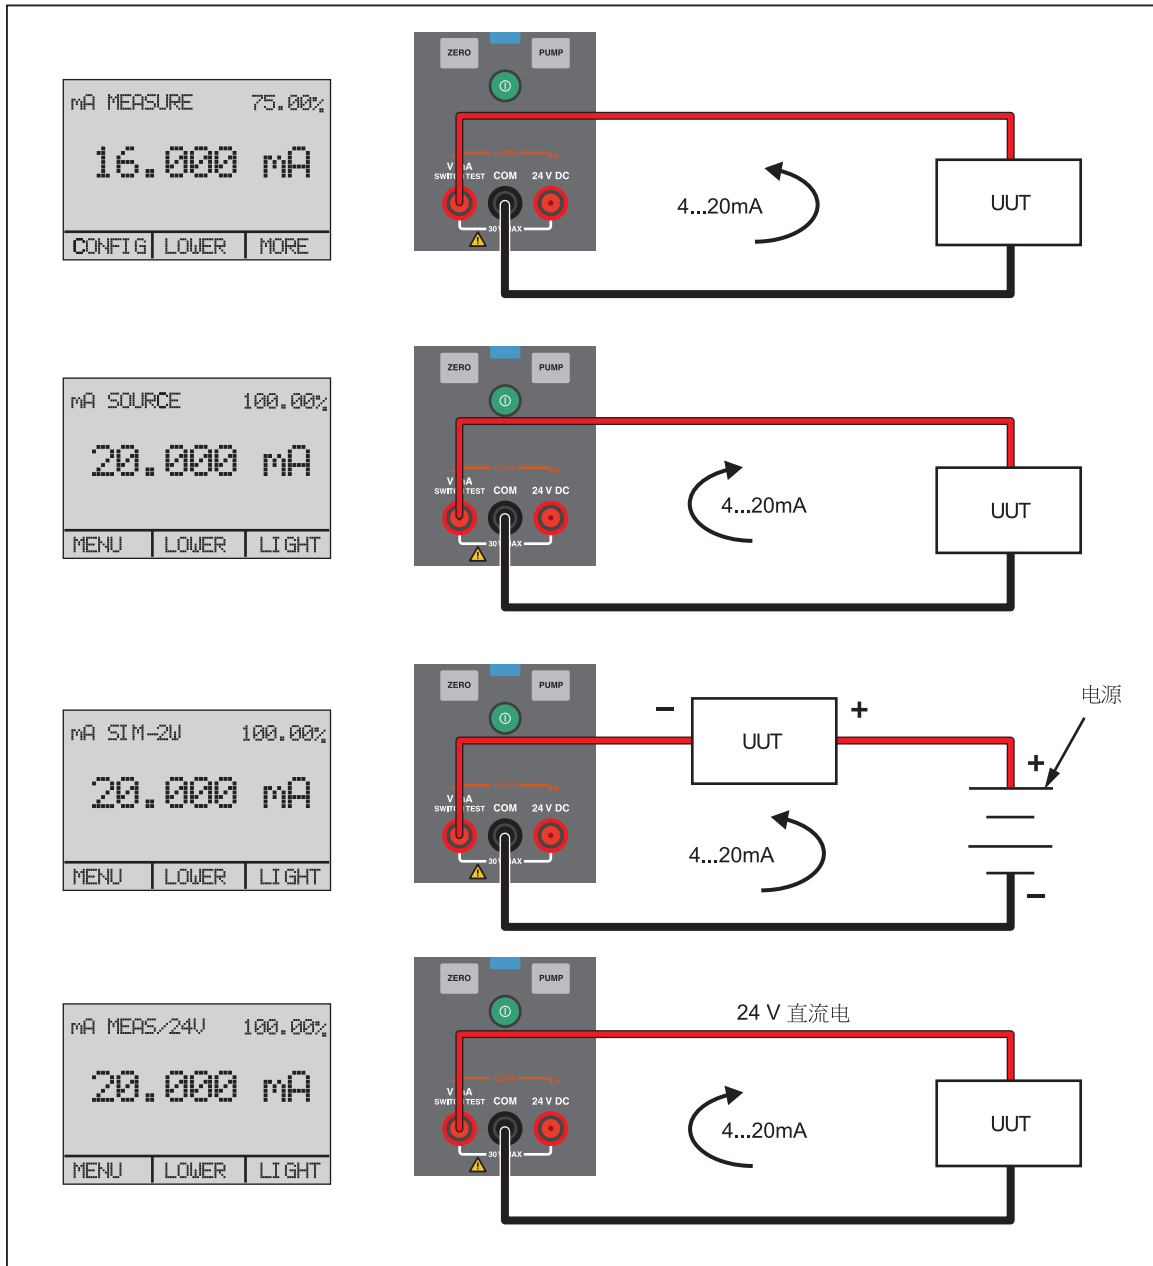

图 18.测量和输出电流
1. 测量电流时，使用本产品前端的输入端子。选择底部屏幕上的 mA 功能。电流将以 mA 和量程百分比形式进行测量。本产品的量程设置是 0% 对应 4 mA，100% 对应 20 mA。请参阅图 18 了解连接方式。
4. 按箭头键启动输出模式，随后利用箭头键调整 mA 输出。功能键还能以 25% 步进 (4, 8, 12, 16, 20 mA) 或 0% (4 mA) 和 100% (20 mA) 控制电流的输出。请参见图 18。